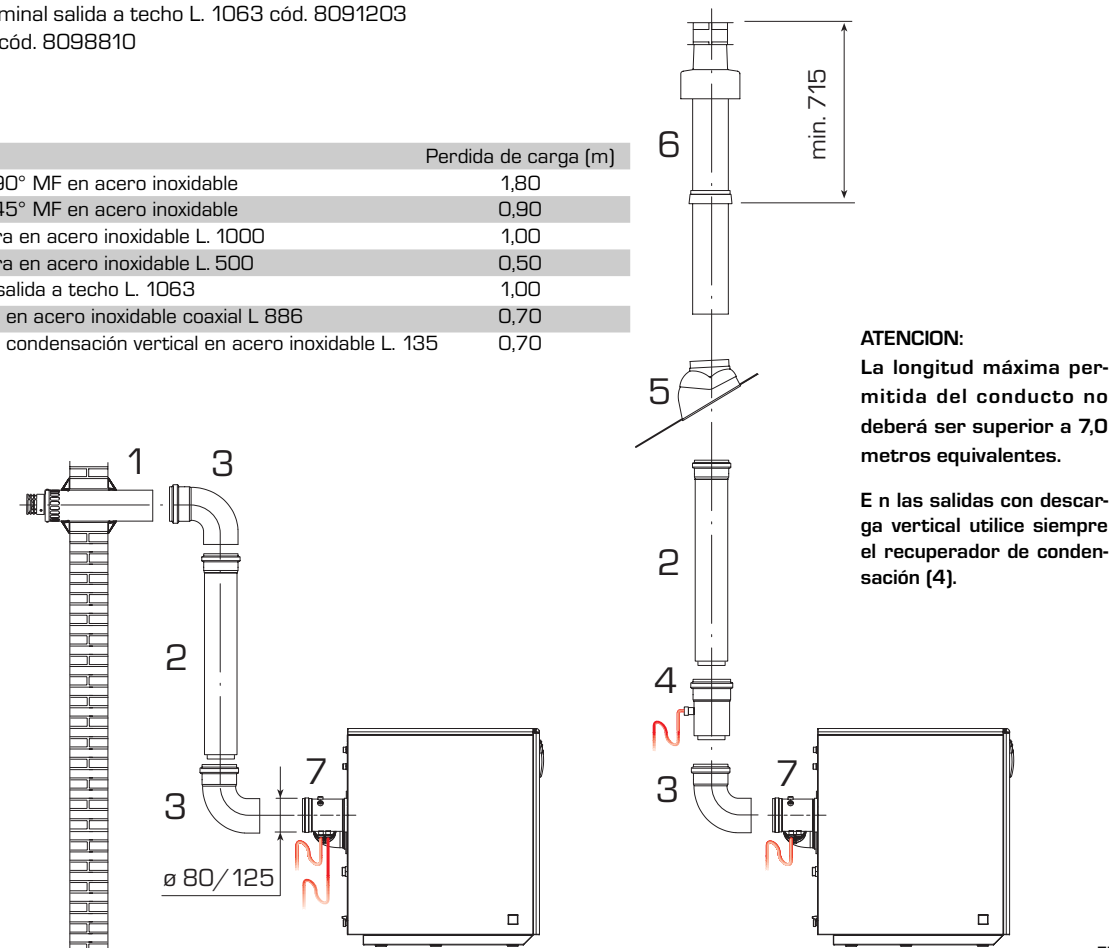

Fig. 6
2.3.2 Descarga de humos con conducto coaxial Ø 80/ 125 (tipo C) (fig. 6)
(fig. 6).